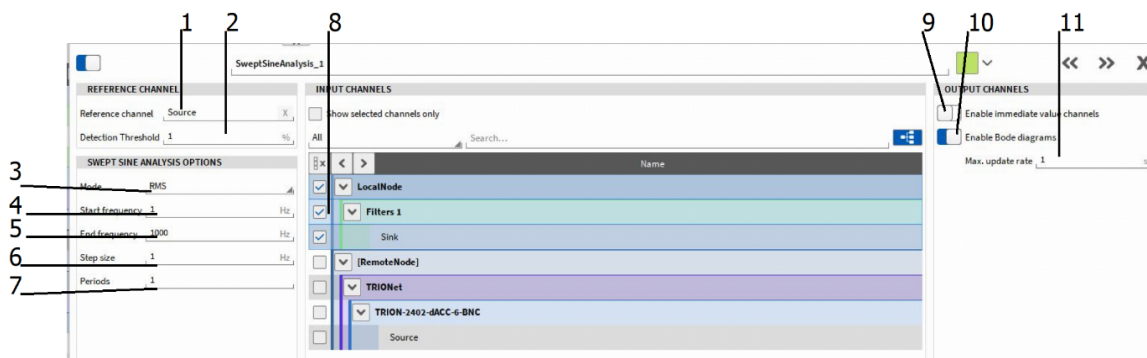

Abb. 7.130: Einstellungen der Swept-Sine-Analyse – Übersicht
- *ChannelName_iRMS* oder *ChannelName_iPeak*: Zeitkanal; enthält die Amplitude (RMS oder Zero-to-Peak Level abhängig von der Auswahl in ③ in Abb. 7.130) des Signals mit entsprechendem Zeitstempel; die Amplitude referenziert nur auf die Signalkomponenten der Grundfrequenz; kann einem Rekorder (siehe *Rekorder*), Digitalanzeige (siehe *Digitalanzeige*) oder Ähnlichem zugewiesen werden.
Zero-to-Peak Level abhängig von der Auswahl in ③ in Abb. 7.130) des Signals mit entsprechendem Zeitstempel; die Amplitude referenziert auf die Signalkomponenten des gesamten Signals; kann einem Rekorder (siehe Rekorder), Digitalanzeige (siehe Digitalanzeige) oder Ähnlichem zugewiesen werden
- *ChannelName_RMS* oder *ChannelName_Peak*: Frequenzkanal; enthält die Übertragungsfunktion (RMS oder Zero-to-Peak Level abhängig von der Auswahl in ③ in Abb. 7.130) des Signals für die aktuelle Frequenz; die Amplitude referenziert nur auf die Signalkomponenten der Grundfrequenz; kann einem FFT-Instrument zugewiesen werden um die Daten darzustellen
- *ChannelName_UFRMS* oder *ChannelName_UFPeak*: Frequenzkanal; enthält die Übertragungsfunktion (RMS oder Zero-to-Peak Level abhängig von der Auswahl in ③ in Abb. 7.130) des Signals für die aktuelle Frequenz; die Amplitude referenziert nur auf die Signalkomponenten des gesamten Signals; kann einem FFT-Instrument zugewiesen werden um die Daten darzustellen